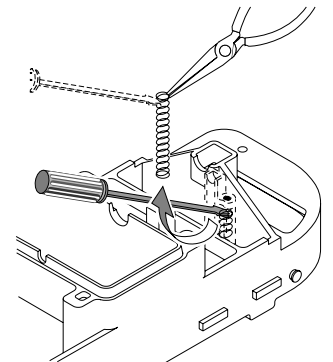

Figura 22
7. Con un destornillador pequeño (como un destornillador de joyería), un lápiz o un bolígrafo, oprima y saque el resorte helicoidal del poste de montaje del cepillo de recogida (Figura 22). De ser necesario, reemplace el cepillo y el resorte.